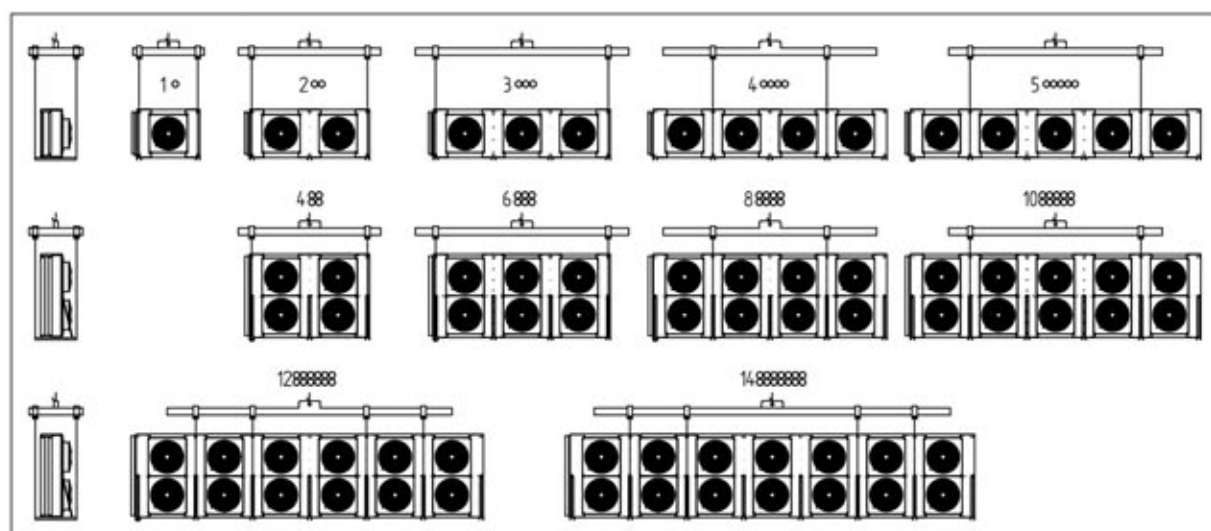

FIG.04: H/V - DEBIT D'AIR HORIZONTAL - soulèvement avec élingues et poutre distributrice.
- Ceinturer l'appareil à l'aide d'élingues comme indiqué sur la FIG.04.